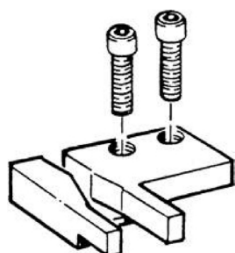
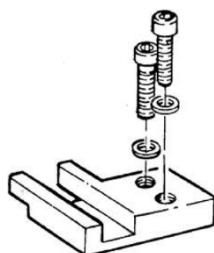

Fig. 4
Fig. 5
- Ogni set di guide per cinghie è composto da una guida di uscita (Fig. 4) e una di rientro (Fig. 5).